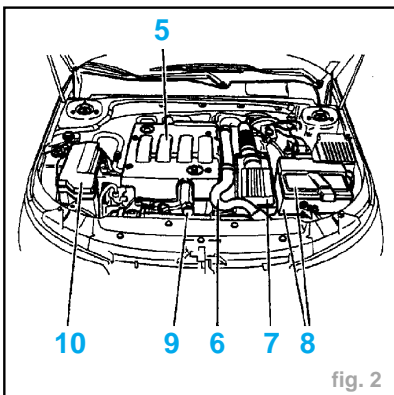

fig. 2
- compresseur de réfrigération (3).
- Débrider le tuyau de direction assistée (4).
- Déposer le cache-style (5) (fig. 2).
- Déposer le tuyau de suralimentation (6) (sur DW10 ATED uniquement).
- le filtre à air et son support (7)
- la batterie et son bac (8)
- le radiateur (9)
- le couvercle de calculateur (10)